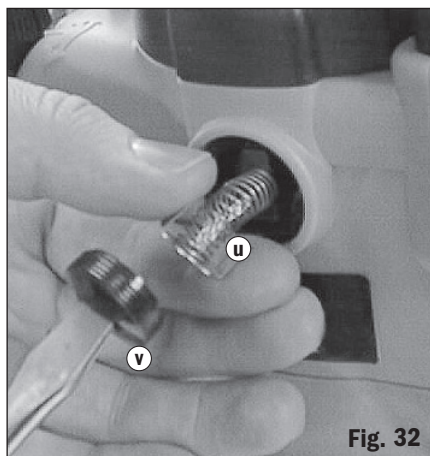

Fig. 32
2. Togliere le spazzole tirando con attenzione le molle sporgenti. **Fig. 32.**